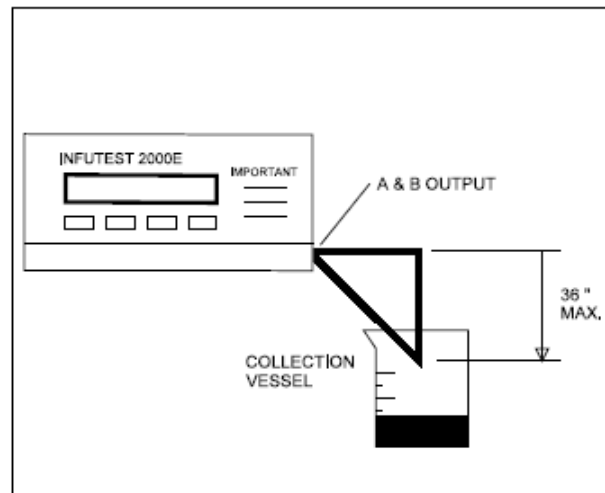

Abb. 3 – 4 Verbindung zum A &amp; B Output
- Drehen sie den Dreiwegehahn auf **FÜLLEN** (Abb. 3 -2). Füllen Sie die 60 ml Spritze, die mit dem Infutest geliefert wird, mit 60ml Wasser, schließen Sie die Spritze am offenen Anschluss des Dreiwegehahns an und entleeren Sie den Input. Drehen Sie den Dreiwegehahn **ZU**, entfernen Sie die Spritze und füllen Sie sie wieder. Wiederholen Sie den Füllvorgang **mindestens fünfmal**. Anfangs kann Wasser eventuell aus dem Output austreten, weil Luft aus dem Flüssigkeitssystem und dem Behälter herausgedrückt wird.